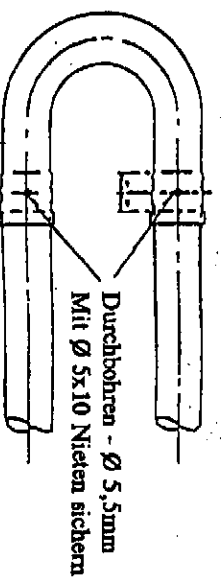

Abb. 15
4.3.2 Montieren Sie den U-Bogen an die kurzen Röhren und stellen Sie sicher, daß der U-Bogen voll eingerastet ist. Bohren Sie ein 05,5mm Loch durch den U-Bogen und die Strahlerröhre auf der Oberseite jedes Beines des U-Bogens, auf halbem Weg entlang dem gestanzten Teil des U-Bogens wie in Abb. 15 gezeigt. Nieten Sie den U-Bogen an die Strahlerröhreneinheiten unter Gebrauch der beiden gelieferten 0 5x10 Nieten (Befestigungspaket).